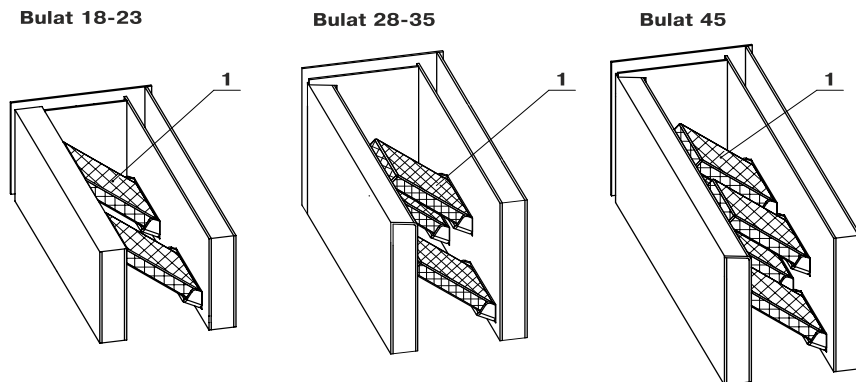

Рис.2 Схема установки шамотных кирпичей
5.2. Установка шамотных кирпичей котла показана на (Рис.2 поз.1):